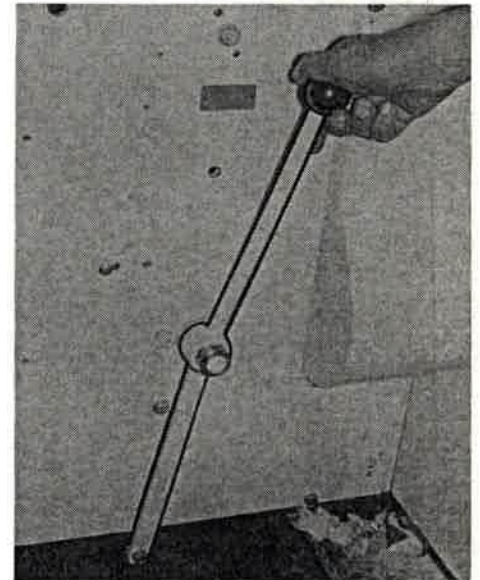

Bild 172
5. Antrieb der Dosierung durch Umschalten des Kupplungshebels ausschalten (Bild 172).